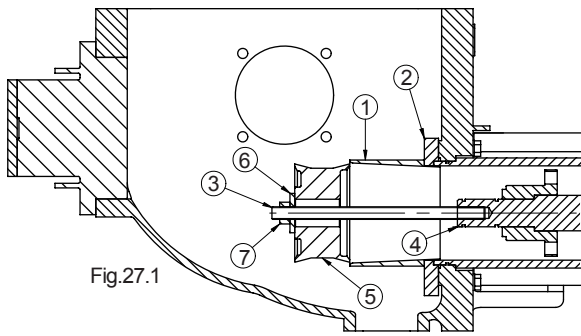
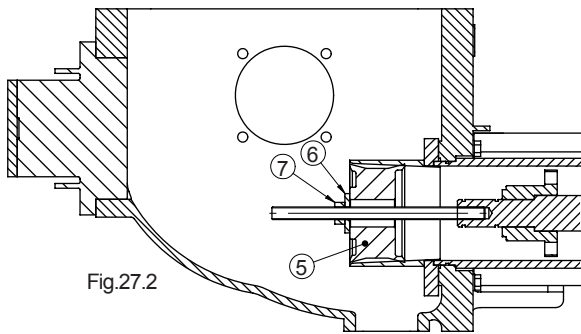
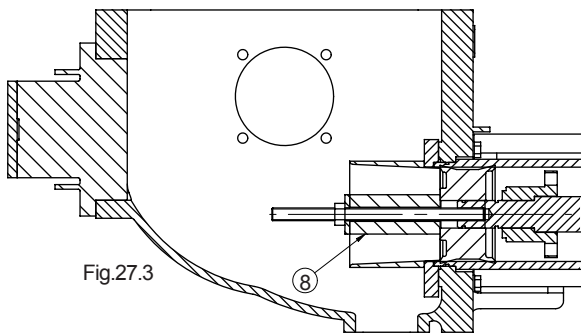

Fig.27.1
Fig.27.2
Fig.27.3
- Posizionare la boccia di centraggio (Fig.27.1 Rif.1) nella sede della piastra antiusura (Fig.27.1 Rif.2).
- Avvitare il tirante (Fig.27.1 Rif.3) sull'albero (Fig.27.1 Rif.4), alloggiare il pistone all'imbocco della boccia di centraggio (Fig.27.1 Rif.5) inserire la rondella (Fig.27.1 Rif.6) ed iniziare ad avvitare il dado (Fig.27.2 Rif.7) fino a che il pistone non si trova completamente all'interno della boccia (Fig.27.2 Rif.5).
- Svitare il dado (Fig.27.2 Rif.7), togliere la rondella (Fig.27.2 Rif.6) e aggiungere la prolunga (Fig.27.3 Rif.8), dopodiché ripetere la procedura di avvitamento per spingere completamente il pistone a battuta.